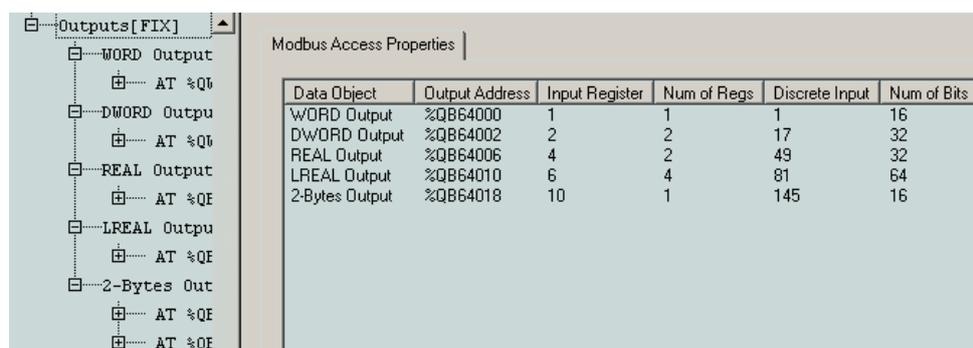

Рис. 33. Список и параметры доступа к выходным объектам данных сервера MODBUS
Доступ к каждому объекту данных по сети или к группам объектов может осуществляться при помощи сетевых запросов чтения или/и записи, имеющихся в протоколе MODBUS. Информация о типе коммуникационного объекта MODBUS (Input Register, Holding Register, Discrete Input или Coil), его начальном адресе и количестве объектов в запросе MODBUS содержится в панели свойств **Modbus Access Properties**, показанной на рис. 33.
1. Выберите секцию *Inputs* или *Outputs*, которой принадлежит требуемый объект, в древовидном списке конфигурации сервера. Параметры доступа ко всем объектам данной секции будут отображены в таблице **Modbus Access Properties**, как показано на рис. 33.